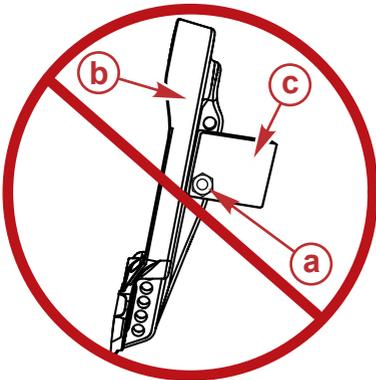

図 3
2. エンジン取り付けファスナーを使って、ポートに付属品を取り付けしないでください。図 3 を参照してください。